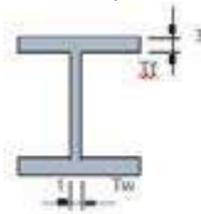

Ilustración 35
9. Proporciones de grosor de brida a banda mayores que 3 a 1 para vigas fabricadas (Ilustración 35)